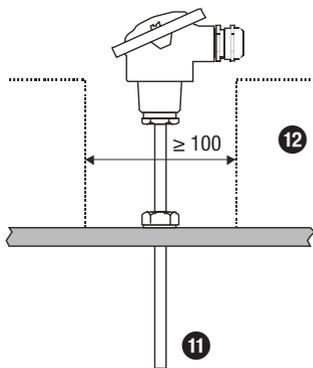
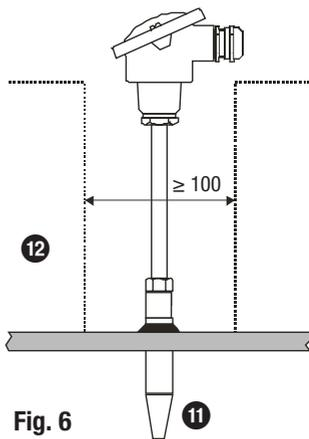

Fig. 5
Fig. 6
- Les capteurs de température ne doivent pas être complètement isolés. Voir les exemples de montage dans des réservoirs **Fig. 5 et Fig. 6**